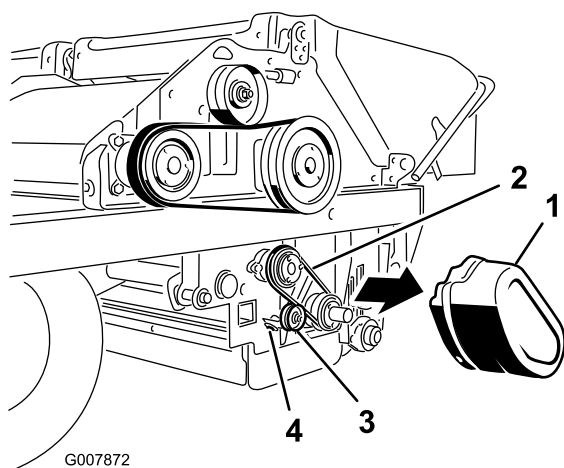

图61
1. 卸下皮带罩图61
2. 拧松怠轮皮带轮上的螺母图61。
3. 将怠轮皮带轮推入皮带并拧紧怠轮皮带轮螺母图61。